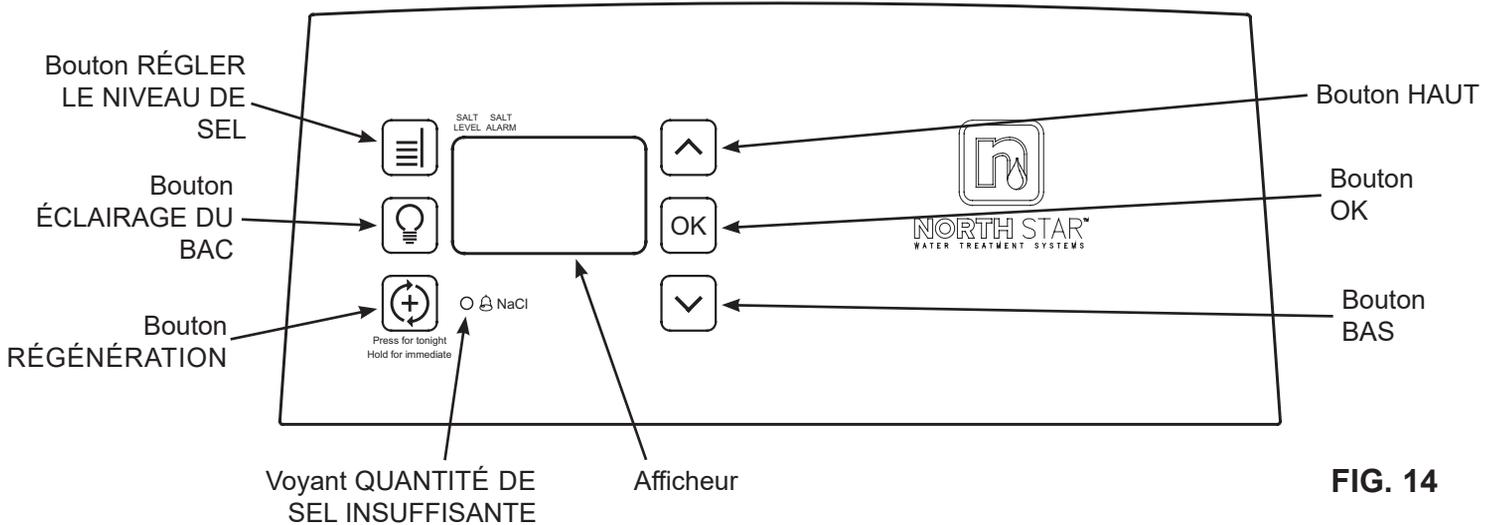

FIG. 14
7. Assurez-vous de l'absence de fuites au niveau des clips situés à l'entrée et à la sortie de l'adoucisseur d'eau. En présence de fuites autour d'un clip, dépressurisez la plomberie (fermez l'arrivée d'eau et ouvrez des robinets) avant de démonter le clip. Si vous démontez ces clips, poussez le corps du by-pass vers l'adoucisseur d'eau (voir la figure 14). Mal démontés, les clips pourraient subir des dommages. Ne remontez pas des clips endommagés.